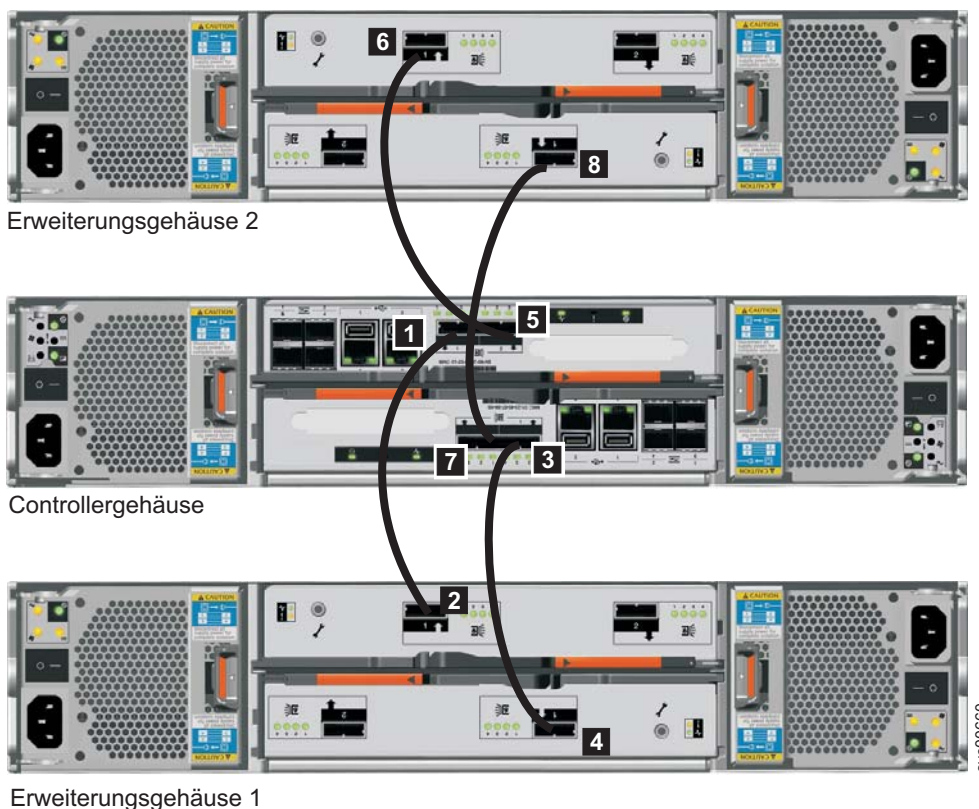

Abbildung 13. Zweites Erweiterungsgehäuse hinzufügen
3. Verbinden Sie die SAS-Kabel des Controllergehäuses mit dem zweiten Erweiterungsgehäuse, wie in Abb. 13 gezeigt. Das zweite Erweiterungsgehäuse befindet sich oberhalb des Controllergehäuses.